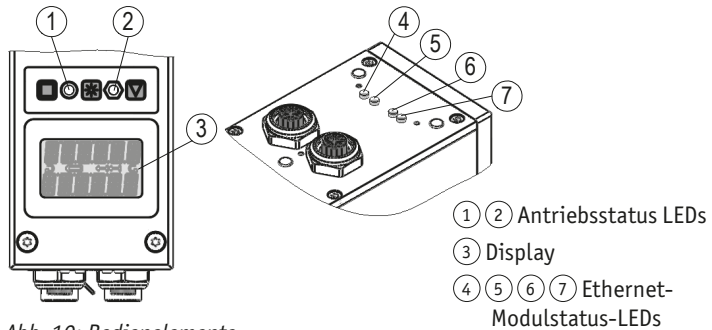

Abb. 10: Bedienelemente
Die LEDs ① + ② (siehe Abb. 10) informieren über den Status des Stellantriebes.
Die LEDs ④ ⑤ ⑥ ⑦ (siehe **Abb. 10**) informieren über den Status des Ethernet-Moduls. Die Funktionsbeschreibung der Ethernet-Modulstatus-LEDs ist dem jeweiligen Benutzerhandbuch zu entnehmen.